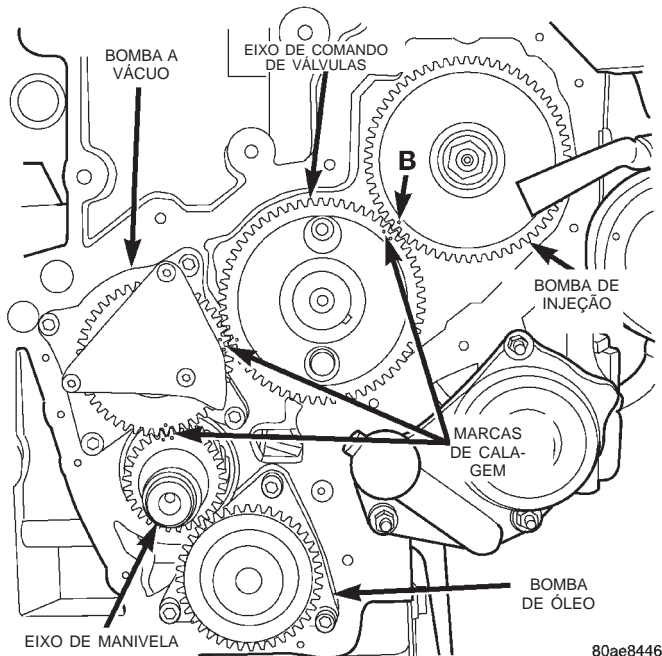

Fig. 56 Marcas de Calagem
(1) Desconecte o cabo negativo da bateria.
(2) Remova a tampa do distribuidor. Consulte "Remoção da Tampa do Distribuidor" nesta seção.
(3) Alinhe todas as marcas de calagem antes de remover a bomba a vácuo (Fig. 56).
(1) Para instalar a bomba a vácuo, alinhe a parte externa da engrenagem com a parte interna e, usando uma chave de fenda ou uma ferramenta semelhante, alinhe com as marcas de calagem do conjunto de engrenagens e instale-a. (Fig. 56). Aperte os parafusos com um torque de 20 N·m (15 pés-lb.).
(2) Instale a tampa do distribuidor. Consulte "Remoção da Tampa do Distribuidor" nesta seção.